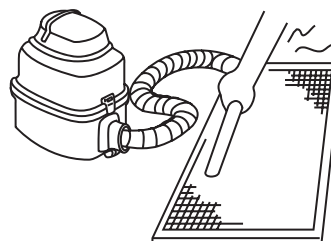

Fig.6-3
- El lado de entrada de aire debe estar hacia arriba cuando se utiliza una aspiradora. (Ver Fig. 6-3)